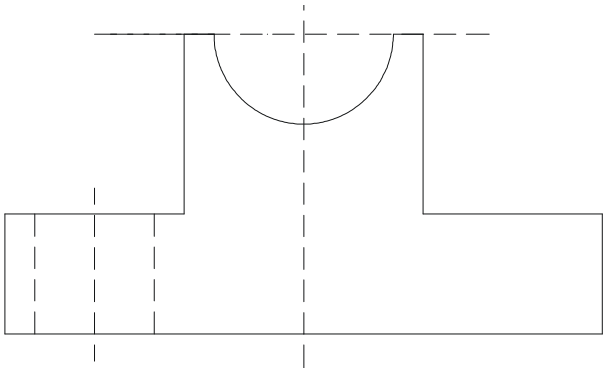

图 2-5-6
STEP 07 用 LENGTHEN 命令将前面绘制的第二条直线的两端点分别拉长一定长度，效果如图 2-5-6 所示。